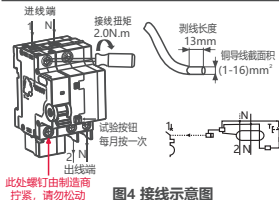

图4 接线示意图
6.3 适用于铜导线连接, 导线选择见表2, 接线方式及剥线长度示意图4